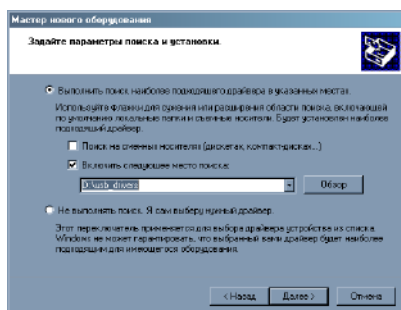

Рисунок 7
3.5.9 В появившемся окне выбора путей поиска драйвера (рисунок 7) выбрать «Выполнить поиск наиболее подходящего драйвера», снять флажок «Поиск на сменных носителях...», установить флажок «Включить следующее место поиска:», с помощью кнопки обзор выбрать путь поиска драйверов «X:\usb_drivers» (где «X:» буква устройства чтения компакт-дисков) и нажать кнопку «Далее».